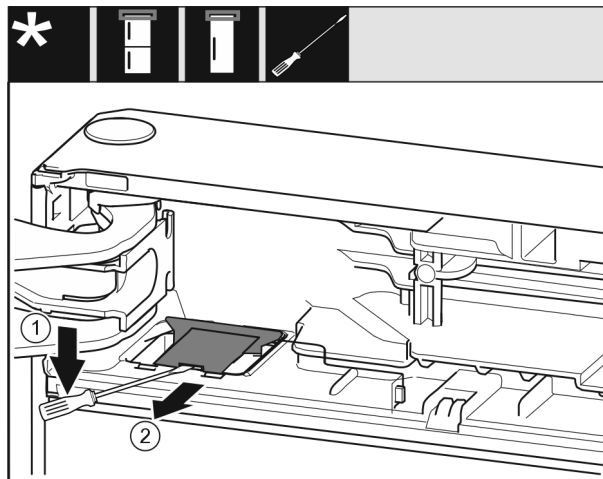

Fig. 7
- Za pomocą śrubokręta wyczepić osłonę i podnieść. Fig. 7 (1)
- Wyjąć osłonę. Fig. 7 (2)